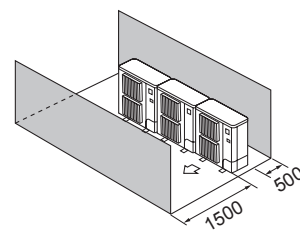

Fig. 2-15
- ④ Alleen obstakels aan de voor- en achterzijde (Fig. 2-15)